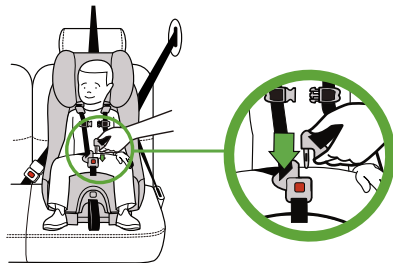

Figura 87
- Introduzca los hebijones en las hebillas uno a la vez, como se muestra en la **figura 87**. Se debe escuchar un clic.